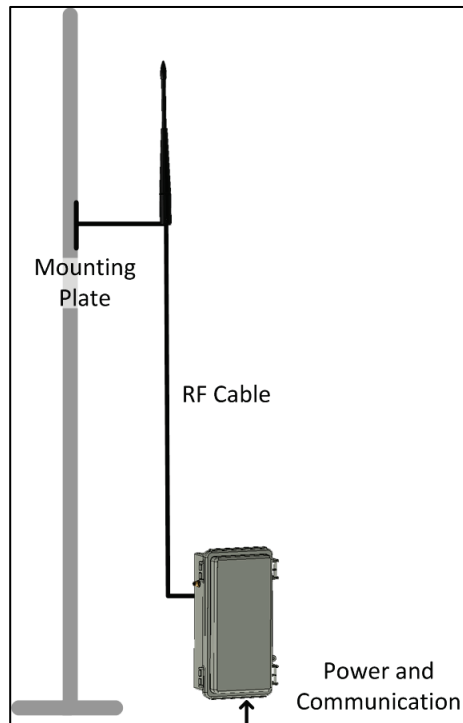

图 10: 安装在一极上的RLINK天线 (推荐)
- 当使用金属杆安装 RLINK ONE 时，只能将其安装在面向主办公区的一侧。在 RLINK ONE 之后的信号强度极其弱 (图 10)。
NOTE 注意：如果你使用金属杆，参考图 10。